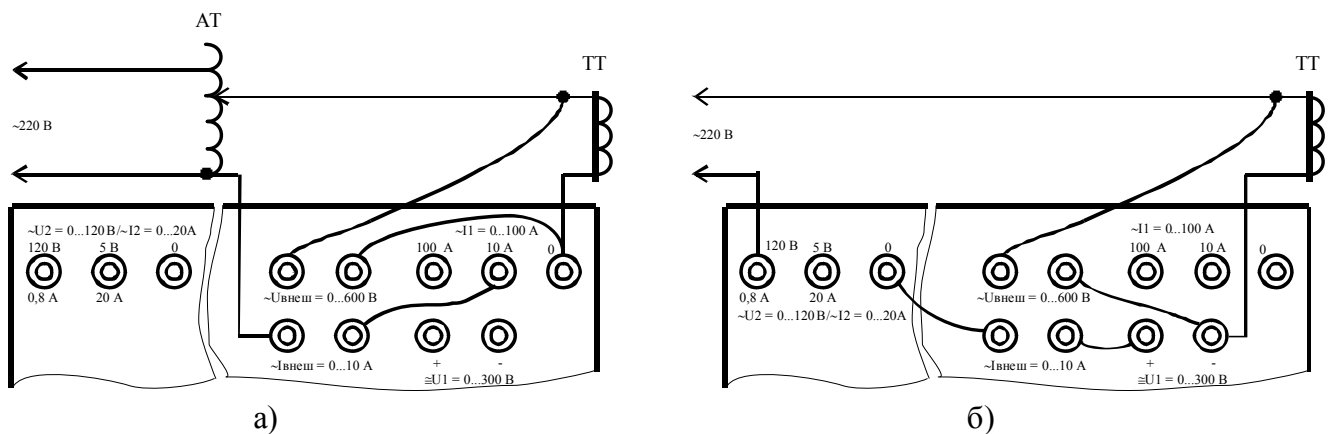

Рисунок 4 – Снятие вольтамперных характеристик трансформаторов тока
Можно расширить диапазон по току и напряжению, используя внешний десятиамперный автотрансформатор, как показано на рис. 4а. В этом случае на проверяемый трансформатор подается напряжение, регулируемое от 0 до 290 В при максимальном токе 10 А.
Если в схеме, показанной на рис. 4а подать напряжение сети напрямую, а не через АТ, то на ТТ напряжение будет регулироваться от 220 до 270 В при максимальном токе 10 А.
8.3.2.2 Для расширения диапазона выходного напряжения можно последовательно подключить три источника (см. рис. 4б): выход канала 1 « $\cong U1 = 0...300 В$ », выход канала 2 « $\sim U2 = 0...120 В$ » и напряжение сети. В этом случае напряжение будет регулироваться в диапазоне от 220 В до 600 В при максимальном токе 1 А.